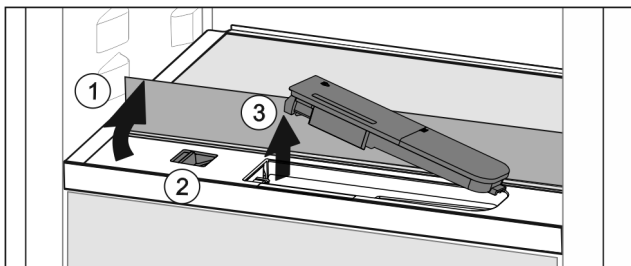

Fig. 147
- ▶ Підняти скляну панель і відкинути до упору назад Fig. 147 (1).
- ▶ Посуньте повзунок Fig. 147 (2) уліво.
- ▶ Вийняти бак для води Fig. 147 (3).